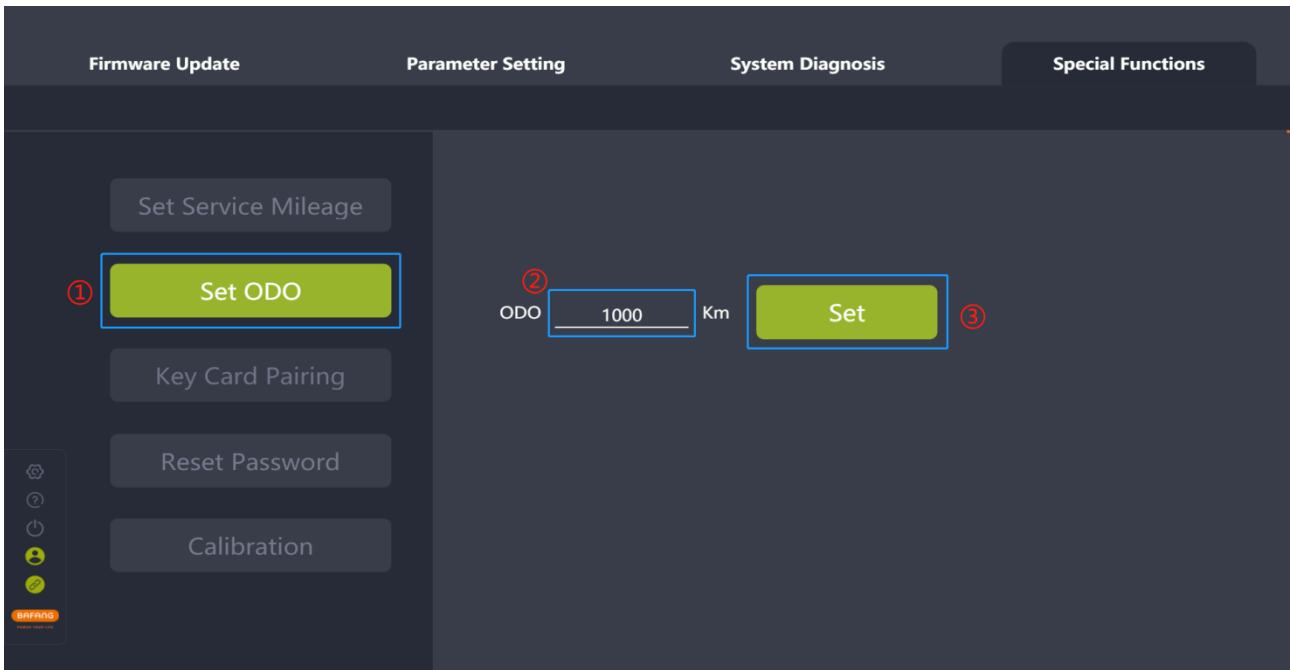

图 7-2 设置总里程
- (1) 将 BESST 工具箱连接仪表，选中“设置总里程”选项；
- (2) 在输入框中输入要设置仪表的总里程 (ODO)，设置总里程数值区间为 0-9999 的整数；
- (3) 点击“设置”按钮（如图 7-2）。